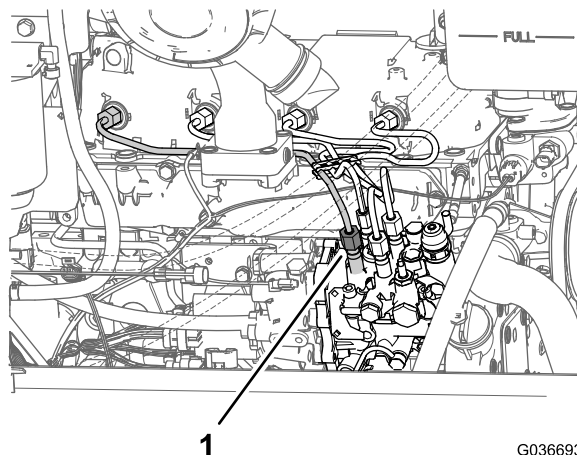

Figura 74
1. Afloje la tuerca del tubo del inyector de combustible del cilindro N° 1 en la bomba de inyección (Figura 74).